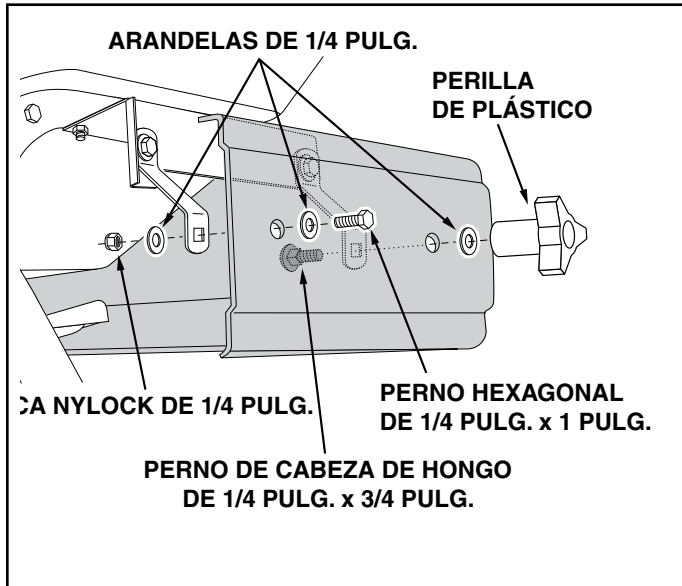

FIGURA 13
24. Ensamble el blindaje del esparcidor en los soportes de rótula delanteros usando dos pernos de cabeza de hongo de 1/4 pulg. x 3/4 pulg., arandelas de 1/4 pulg. y las dos perillas de plástico de 1/4 pulg. Véase la Figura 13.
25. Ensamble el blindaje del esparcidor en los soportes de rótula posteriores usando dos pernos hexagonales de 1/4 pulg. x 1 pulg., cuatro arandelas de 1/4 pulg. y dos tuercas Nylock de 1/4 pulg. Apriete las tuercas de modo que el soporte de rótula pueda aún girar libremente. Véase la Figura 13.